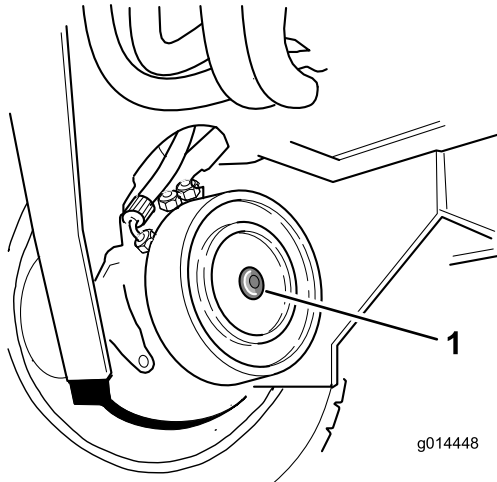

Figura 35
- Identifique el disco de freno del motor de la rueda delantera derecha y retire el tapón hexagonal (Figura 35).